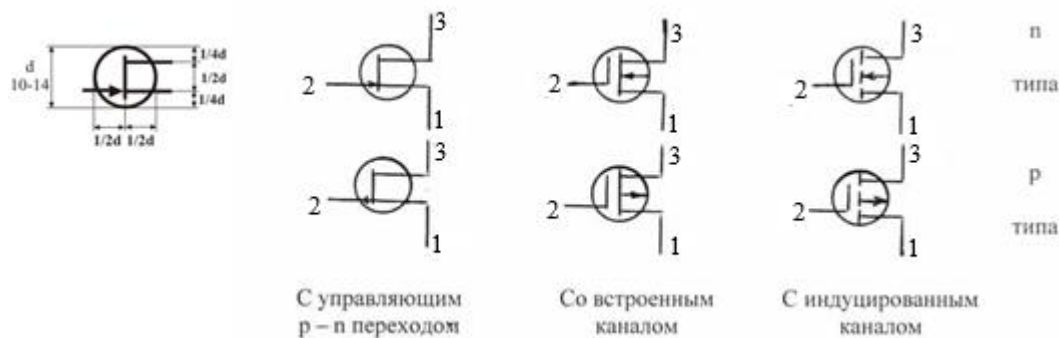

Рис. 11 Условные графические обозначения полевых транзисторов
**Вопрос 21.** На рис. 11 представлены условные графические обозначения полевых транзисторов. Выберите правильное обозначение выводов.